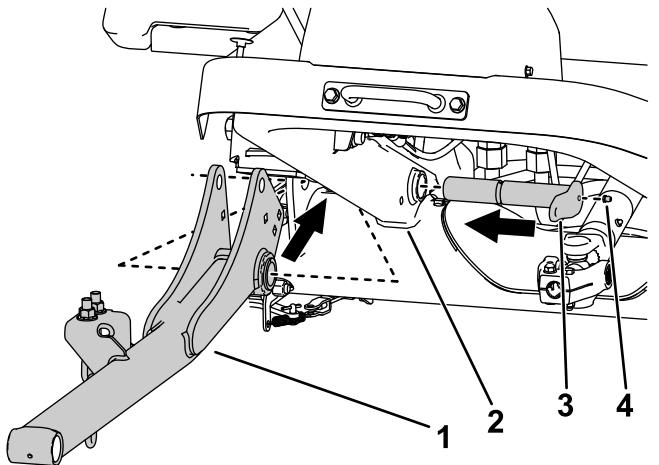

Bild 6
2. Verwenden Sie beide großen Stifte, um die Hubarme am Maschinenrahmen zu befestigen (Bild 6).
3. Installieren Sie die Schmiernippel an den großen Stiften (Bild 6).